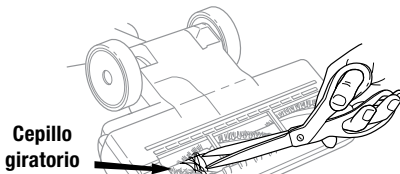

Fig. 27
- 2 Inspeccione la abertura de abajo y el cepillo giratorio. Si hay acumulación de desechos, remuévalos. Corte con cuidado todo lo que esté enrollado alrededor del cepillo giratorio con una tijera. No dañe o corte las cerdas del cepillo. (Fig. 27)